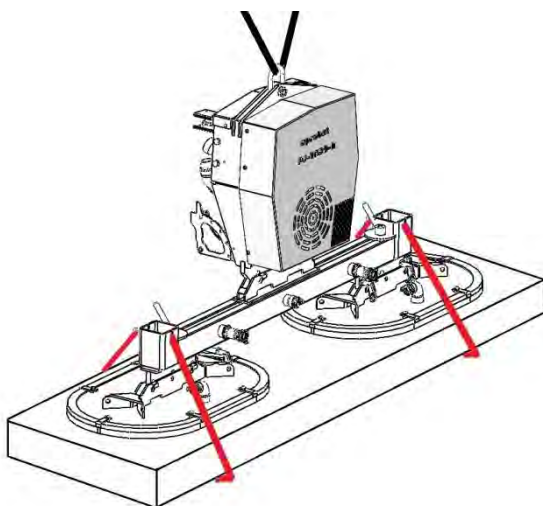

Fig. 1
- Fissare **saldamente** entrambe le catene di sicurezza sull'altro lato dell'apparecchio come mostrato in Fig. 1. (Stivare le estremità della catena nei casi di catena).
- Le catene di sicurezza **devono essere fissate saldamente al carico** in modo che il carico sia trattenuto dalle catene di sicurezza in caso di **manca di vuoto/perdita** (ad es. a causa di mancanza di corrente) (Fig. 1).